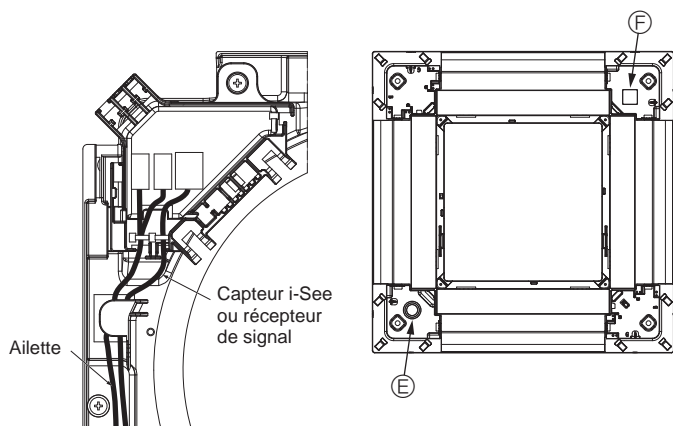

Fig. 6-14
- Faites passer les fils du capteur i-See et du récepteur de signal comme illustré dans la Fig. 6-14.